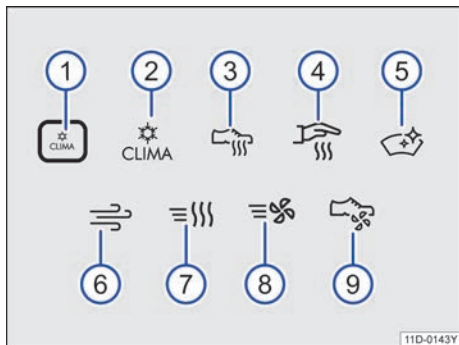

图 88 空调按键图标
→ 图 88 在信息娱乐系统中打开空调设置。
→ 图 88 ③ 将暖气流分配到脚部空间。
→ 图 88 ④ 将暖气流分配到方向盘。
→ 图 88 ⑤ 去除前窗玻璃上的冰和水雾。
→ 图 88 ⑥ 将外部的**新鲜空气**分配到汽车内部空间。
→ 图 88 ⑦ 短时提高加热和**新风系统**的功率。
→ 图 88 ⑧ 短时提高**制冷装置**的功率。
→ 图 88 ⑨ 将冷气流分配到脚部空间。
1. 点击上部中控台中的→图 88 ①。
1. 点击上部中控台中的  图 88 。